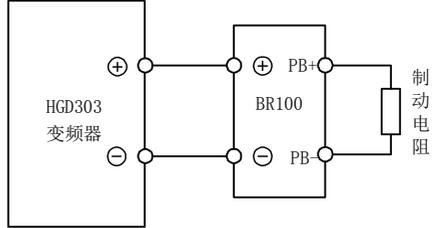

图 11-2 制动单元的连接
- HGD303 系列变频器与 BR100 系列制动单元的连接如图 11-2 所示。